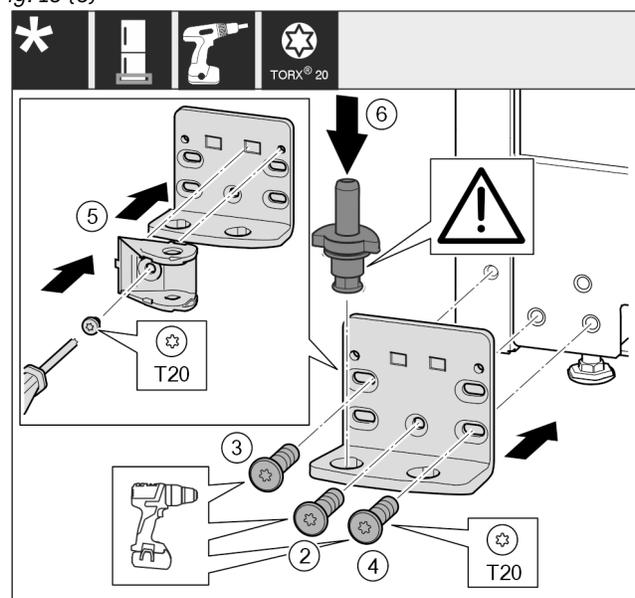

Fig. 16
- Poser le support de palier de l'autre côté et le visser à l'aide d'un tournevis T20. Commencer par la vis 2 en bas au milieu. Fig. 16 (2)
- Visser les vis 3 et 4. Fig. 16 (3,4)